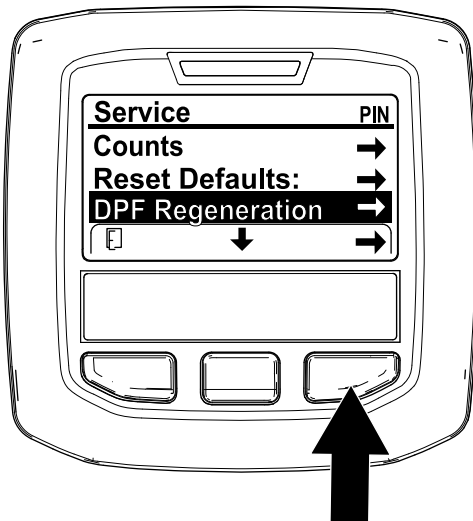

Figure 42
1. Dans le menu Entretien, utilisez le bouton central pour naviguer jusqu'à l'option DPF REGENERATION (régénération du FAP) (Figure 42).
2. Appuyez sur le bouton droit pour sélectionner l'option DPF Regeneration (Figure 42).